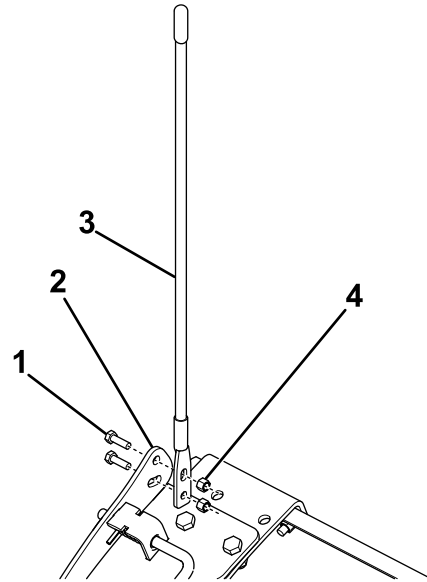

Figure 4
8. Fixez le guide-lame déposé précédemment sur le support de ressort (Figure 4), et serrez les boulons à 19 N·m (14 pi-lb).